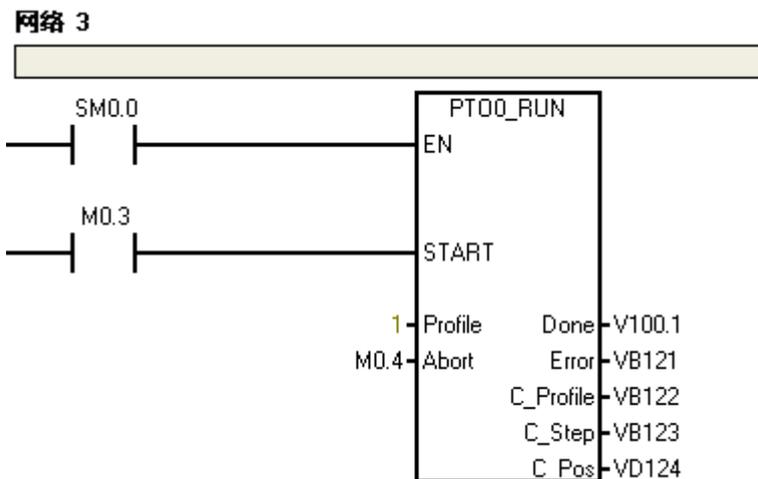

图 4-15
(4) 插入PTO0\_RUN（按照预定包络运行）子程序，使用该程序控制轴按照预定包络进行定位控制或速度控制。START 上升沿开始执行GOTO任务。Profile 参数指示要执行的包络编号。Abort 状态位为停止当前的包络并减速直至电机停下。程序调用如图4-15所示。